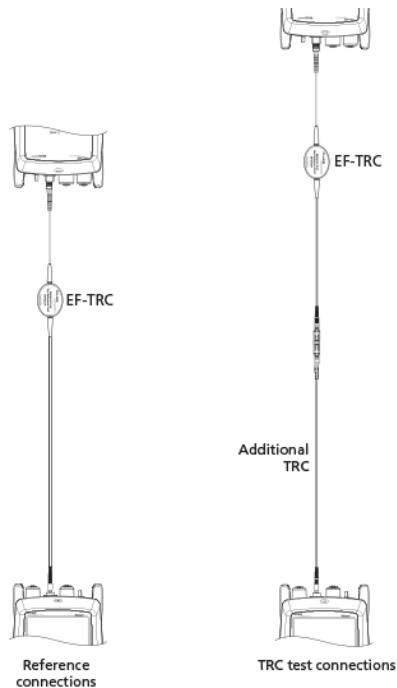

图 6. 用于远端源模式的参考和 TRC 测试连接
10. Make the connections to set the reference, as shown on the screen and in Figure 6, then tap **NEXT** to see the completed connections.
2. 从测试仪的“INPUT”（输入）端口测试参考线的连接，然后使用测试参考线和适配器建立连接，以验证 TRC，如屏幕和图 6 中所示。